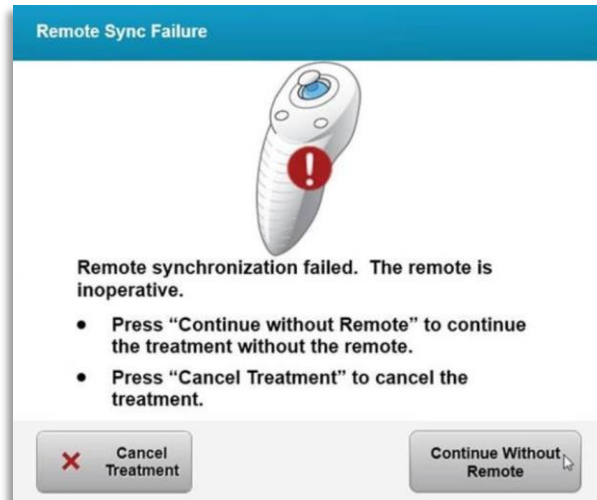

Figure 4-2. Perte de synchronisation avec la télécommande d'alignement – Télécommande originale
- La figure 4.1 illustre la procédure détaillée à l'écran pour les systèmes KXL avec la télécommande originale et la figure 4.2 illustre la procédure détaillée à l'écran pour les systèmes KXL avec la nouvelle télécommande.